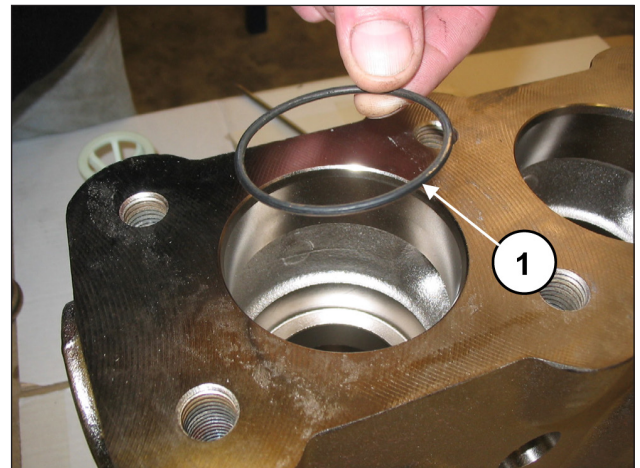

Abb. 120
Setzen Sie den O-Ring ein, Pos. 5 Explosionszeichnung (Pos. ①, Abb. 120).